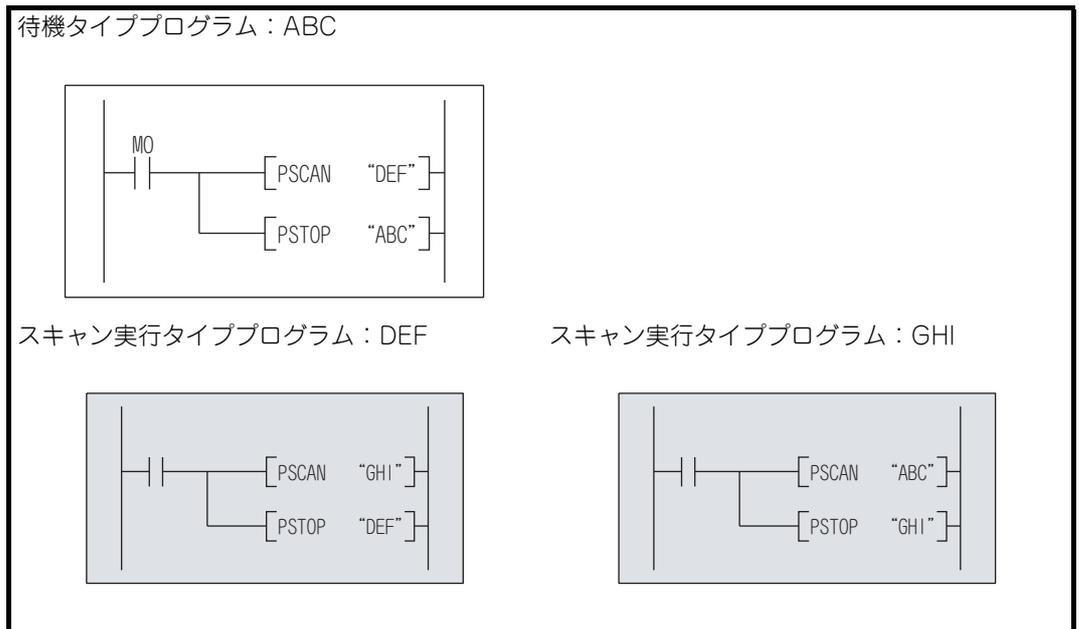

図 2.36 スキャン実行タイププログラムにおいて実行タイプを切り換える例
- 条件が成立 (図 2.36 にある内部リレー (M0) が ON) したときに、プログラム “DEF” をスキャン実行タイププログラムに切り換え、プログラム “ABC” を待機タイププログラムに切り換える場合